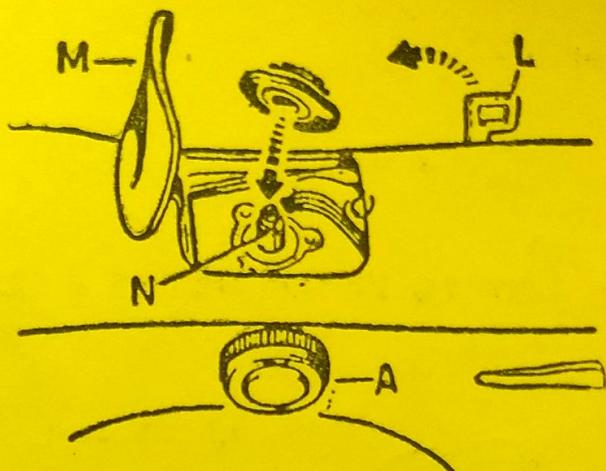

FIG. 59
- Mover la palanca "L" (fig. 59) hacia la izquierda;
- Correr la palanca "L" (fig. 59) a la izquierda, abrir la tapita "M" y sacar el grupo de discos o "cammes";
- Girar el botón "A" (fig. 59) hasta que en su ventanita aparezca el dibujo "R" en forma de rombo (fig. 60);